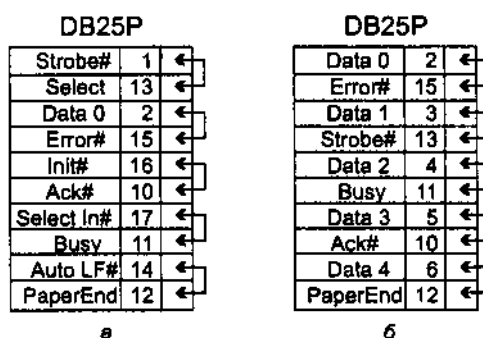

Рис. 15.5. Схема заглушки для тестирования LPT-порта: а — для CheckIt, б - для Norton Diagnostics
Тестирование портов с помощью диагностических программ позволяет проверить выходные регистры, а при использовании специальных заглушек — и входные линии. Поскольку количество выходных (12) и входных (5) линий порта различно, то полная проверка порта с помощью пассивной заглушки принципиально невозможна. Разные программы тестирования требуют применения разных заглушек (рис. 15.5).